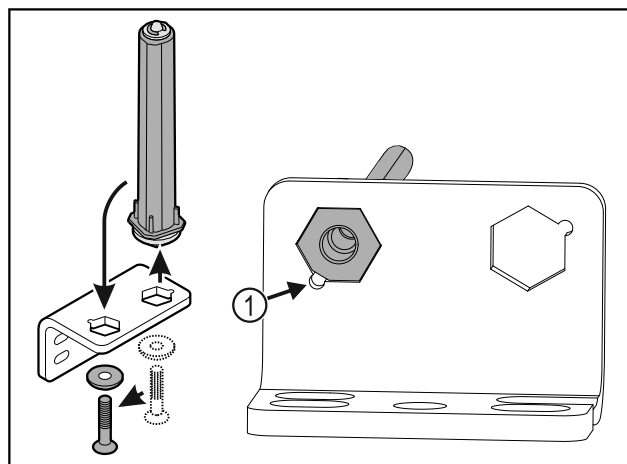

Fig. 33
- ▶ При поставянето внимавайте за това, скосяването на болта Fig. 33 (1) да сочи към кръглия отвор.